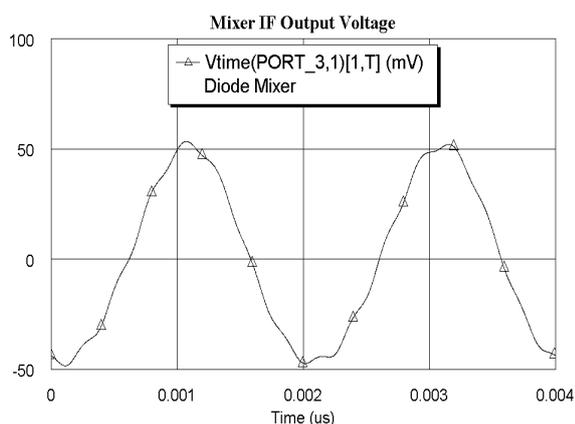

Рис. 3.44
- Щёлкните левой кнопкой мышки по значку **Analyze** на панели инструментов. Рассчитанный график показан на рис. 3.44.